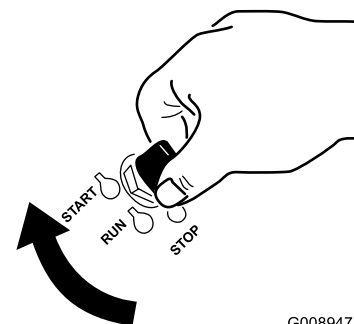

Figure 20
6. Tournez la clé de contact à la position de démarrage (Figure 20).